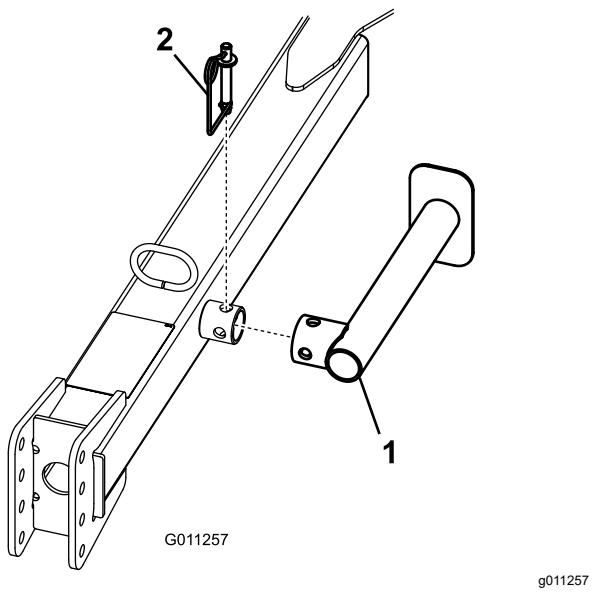

Figura 9
3. Remova o pino de mola, rode o macaco para baixo e instale o pino de mola (Figura 9).